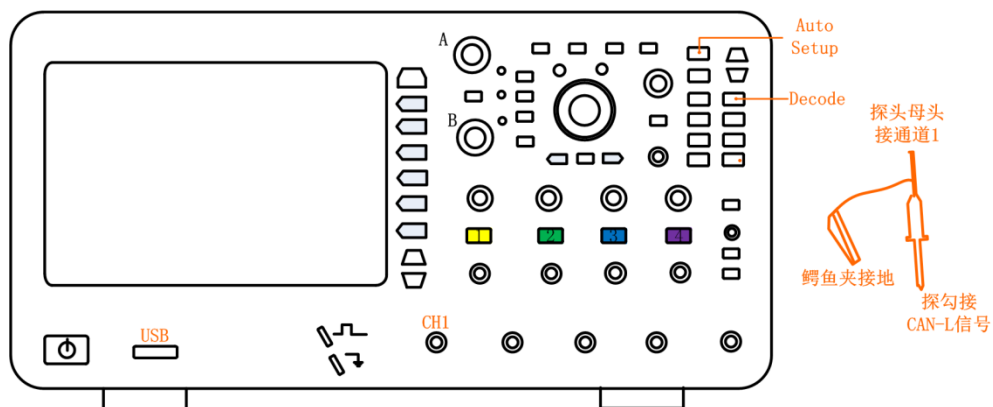

图 15-4 接入 CAN-L 信号
- 1、通道 1 接入一个 CAN-L 协议信号，如下图 15-4 所示，点击【Auto Setup】一键捕获，让波形以较好的效果显示在界面；